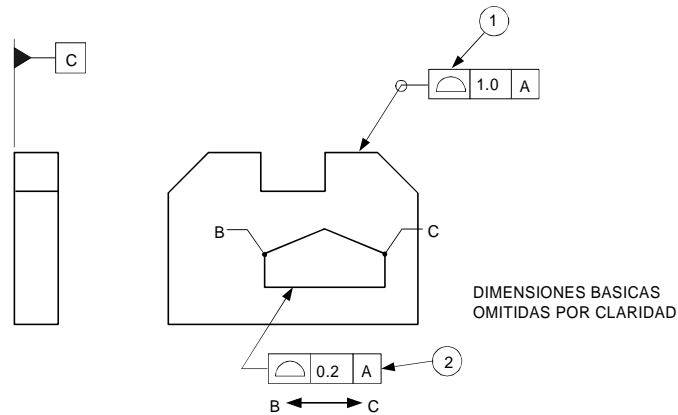

Figura 11
40. En la Figura 11, el círculo en el quiebre de la línea guía de la especificación de perfil denota que la zona de tolerancia aplica _____ del lineamiento de la vista.
41. En la Figura 11, la flecha de terminación doble debajo de la especificación de perfil denota que la zona de tolerancia aplica _____ puntos B y C.